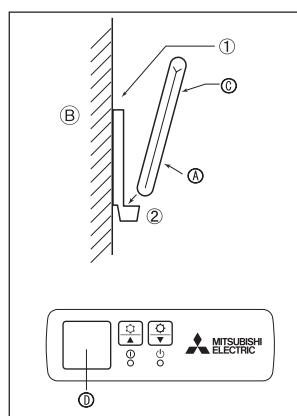

Fig. 6-5
2) Wijze van Installeren (Fig. 6-5)
- ① Bevestig de houder van de afstandsbediening op de gewenste plaats met de twee zelftappende schroeven.
- ② Zet het onderste gedeelte van de afstandsbediening in de houder.